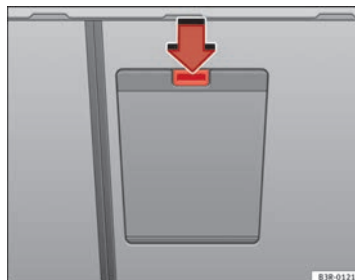

Abb. 116 Ausschnitt der Rücksitzbank von hinten: Deckel der Durchladeeinrichtung
- Drücken Sie die Entriegelungstaste für den Deckel der Durchladeeinrichtung und schwenken Sie ihn nach unten ⇒ Abb. 116 (Pfeil).